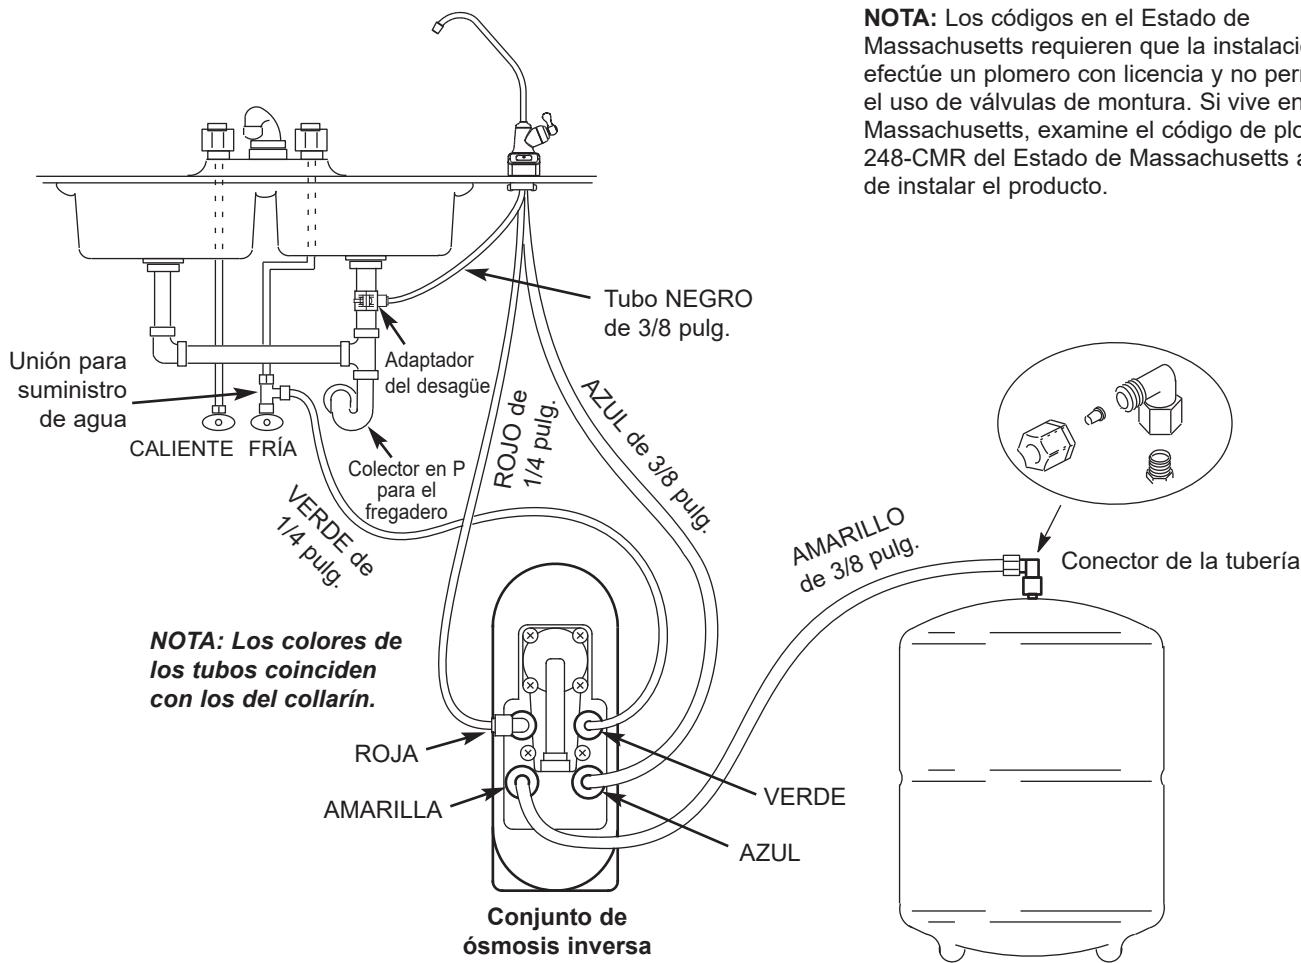

FIG. 22
8. Tienda el extremo suelto del tubo rojo de 1/4 pulg. por la encimera al grifo. Vea la Fig. 22.
- Tienda el otro extremo del tubo a la unión en la parte superior del tanque de almacenamiento. Vea la Fig. 22.
- Tienda el otro extremo del tubo a la unión del collarín verde situada en el conjunto del filtro de ósmosis inversa. Vea la Fig. 22.
- Ubique el tubo azul de 3/8 pulg. conectado al grifo. Fig. 22.
- Tienda el extremo suelto del tubo al collarín del mismo color situado en el conjunto del filtro de ósmosis inversa. Vea la Fig. 22.
- Ubique el tubo negro de 3/8 pulg. conectado al grifo. Fig. 22.